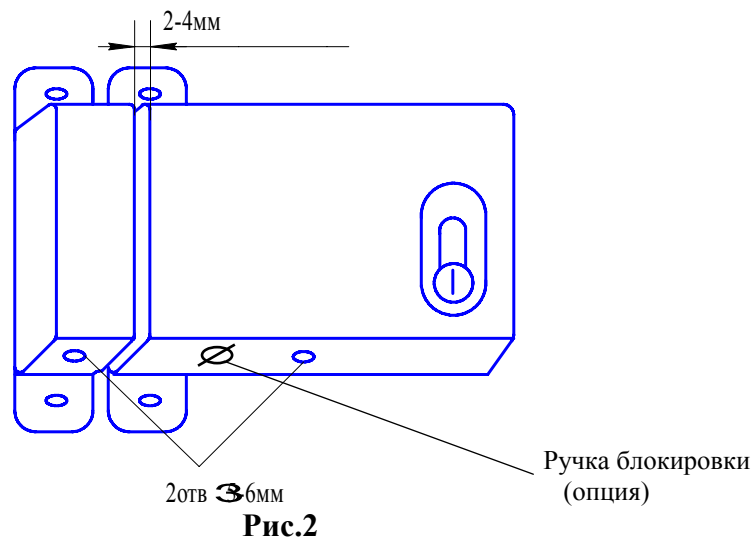

Рис.2
4.3. При установке защёлки на ворота или калитки желательно защитить защёлку от прямого попадания осадков. При невозможности обеспечить такую защиту необходимо, для предотвращения скапливания воды внутри защёлки, просверлить в нижней стенке корпуса защёлки отверстие диаметром 5-6мм(рис.2.).
5.1. Для включения блокировки необходимо при закрытой двери повернуть ручку блокировки по часовой стрелке до упора (рис.2).
4.2. Для четкой работы защелки зазор между защелкой и запорной планкой при закрытой двери должен составлять 2-4мм (Рис.2). Засовы должны свободно входить в отверстия в запорной планке.